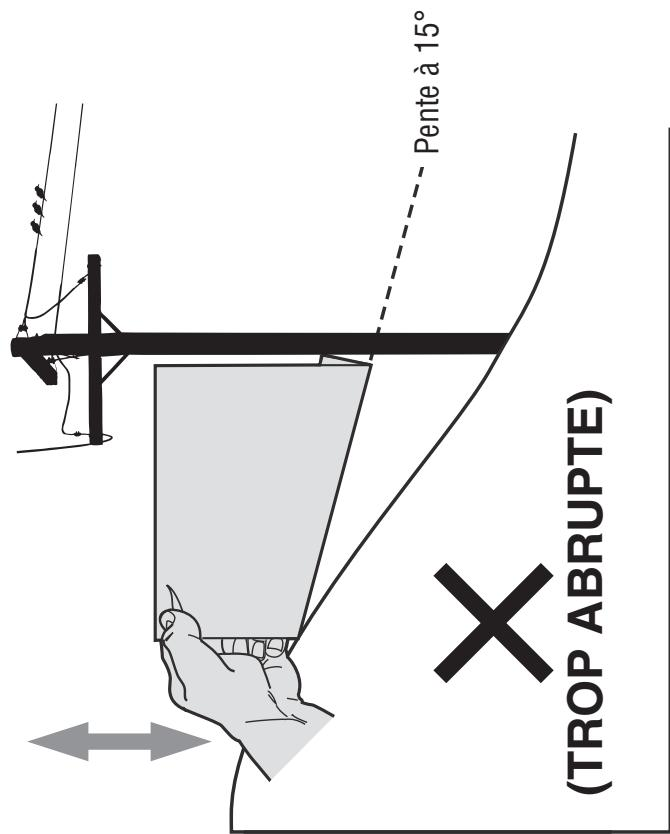

Figure 2
5. Si l'angle sous l'inclinomètre est trop abrupt, la pente est trop abrupte pour y travailler en toute sécurité. (Voir la Figure 2 ci-dessus).